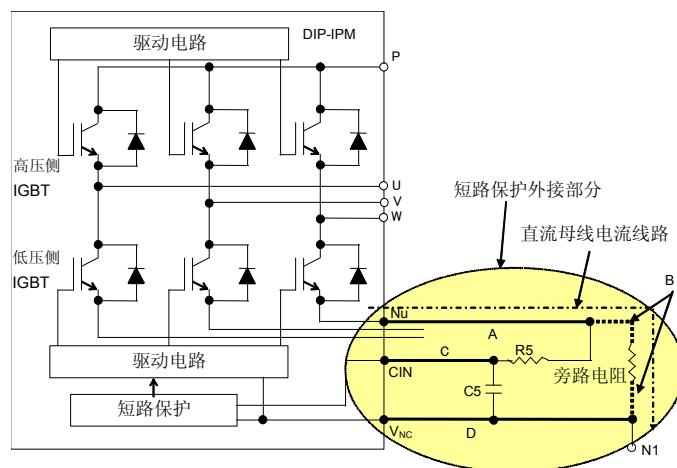

图 4.13 外部保护电路
A. 图 4.13 中 A 部分布线方式
下臂 IGBT 的动作基准地为 V_{NC} ，如果图 4.13 中所示 A 部分导线过长，导线电感产生的电压波动将会影响发射极的电位，从而引起 IGBT 误动作。因此，请在尽量靠近 N 管脚处外加旁路电阻。
B. 图 4.13 中 B 部分布线方式
C. 图 4.13 中 C 部分布线方式
D. 图 4.13 中 D 部分布线方式